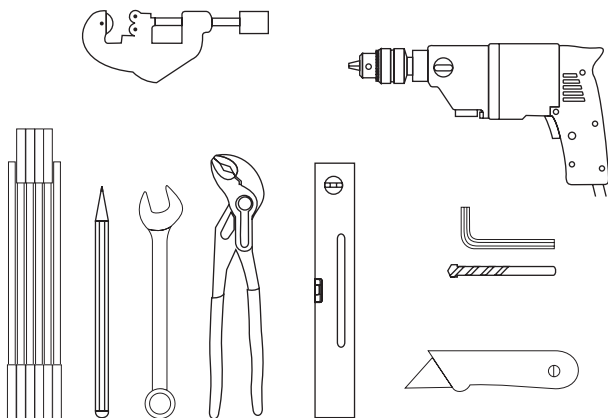

Abb. 6 Werkzeug für CIRCO 25/80 Montage
- Folgendes Werkzeug brauchen Sie für die Montage: Bohrmaschine, Steinbohrer, Rohrzanze, Maulschlüssel etc. (Abb. 6).